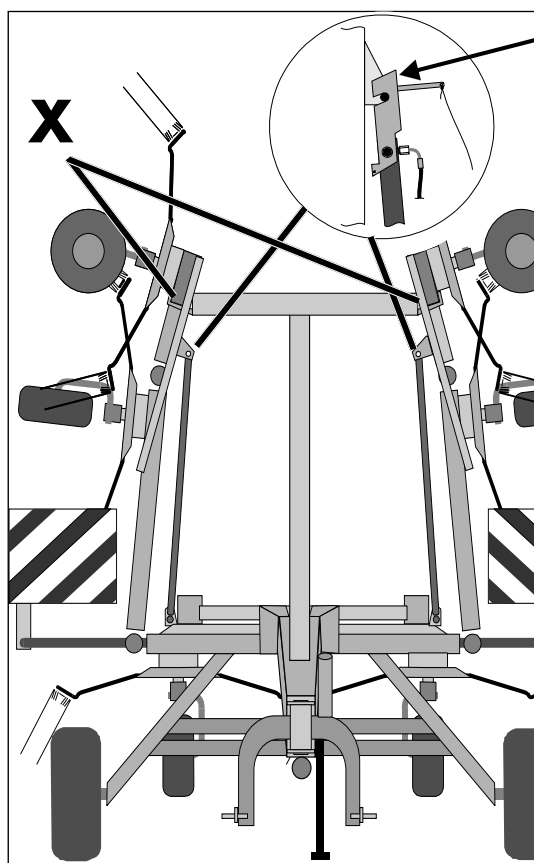

Fig. 3-7
2. Replier la machine. Pour cela actionner le distributeur à double effet, augmenter le régime moteur et replier les machines latérales jusqu'à ce que les verrouillages prennent l'encoche de part et d'autre. S'assurer que les machines latérales reposent de façon sûre sur leurs supports de transport (fig. 3-7).